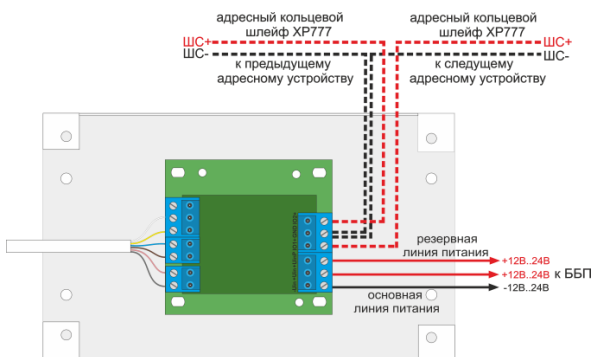

Рис. 8. Схема внешних подключений извещателя
7.4.6 В соответствии со схемой (см. рисунок 8) произвести подключение внешних соединений.